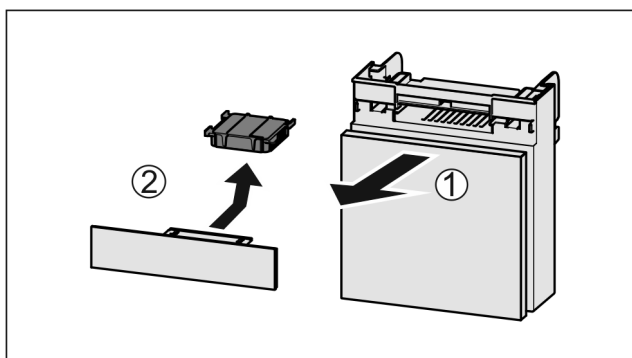

Fig. 157
- ▶ Потягніть Fig. 157 (1) відділення вперед.
- ▶ Витягнути Fig. 157 (2) фільтр з активованого вугілля.